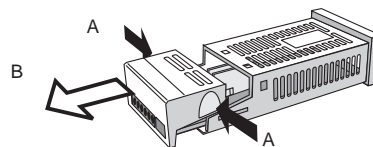

Fig.8a
- 2) Appuyer sur le couvercle du bornier aux points A (voir Fig. 8a [B]).